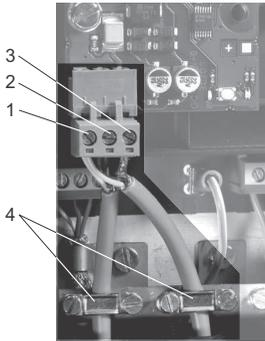

Fig. 2 Connexion du LON
Voir fig. 2.
1. Raccorder les conducteurs à la borne A (pos. 1).
2. Raccorder les conducteurs à la borne B (pos. 2).
3. Raccorder les extrémités torsadées du blindage à la borne "Blindage" (pos. 3).
Le blindage doit être uniquement raccordé à la borne de blindage du module CIM 1XX LON. Voir fig. 2, pos. 3.
Le blindage du câble ne doit jamais être raccordé à la terre par la prise de masse. Voir fig. 2, pos. 4.